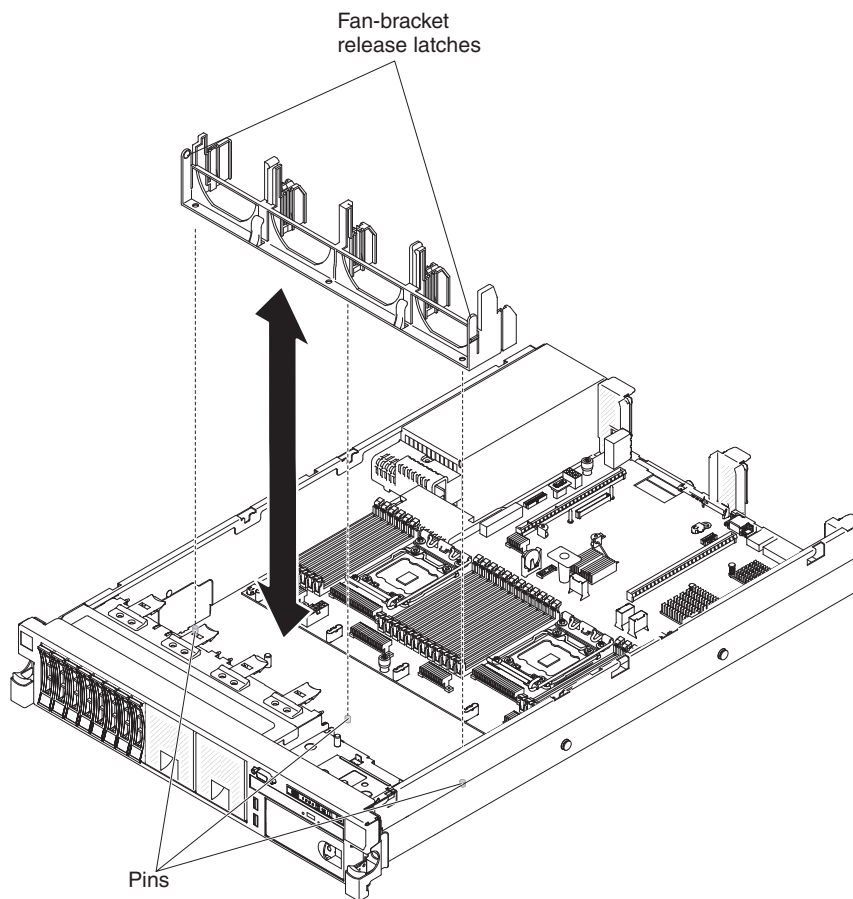

Figura 181. Removendo o Suporte do Ventilador
2. Pressione as travas de liberação do suporte do ventilador em direção uma a outra e levante o suporte do ventilador para fora do servidor, conforme mostrado em Figura 181 na página 224.